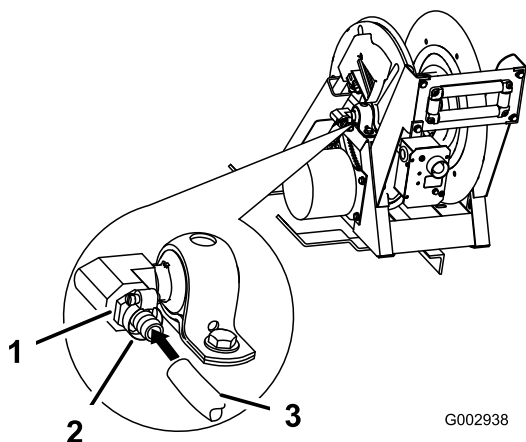

Figura 44
21. Envuelva las roscas de un acoplamiento dentado (3/4 pulgada) con cinta teflón, en el sentido contrario a las agujas del reloj e instálelo en la acometida de entrada situada en el lateral del carrete de la manguera (Figura 44).